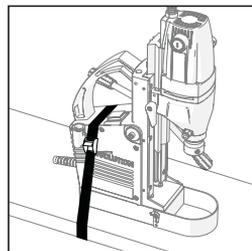

Fig. 12
**WARNING:** Vid strömavbrott eller liknande garanterar säkerhetskedjan/remmen att maskinen stannar på plats och förblir fast i arbetsstycket. (Fig 12) Som en viktig säkerhetsfunktion måste den vara säkert fäst till både maskinen och arbetsstycket. INNAN sågning påbörjas måste remmen eller kedjan fästas korrekt, helst genom maskinens bärhandtag. Säkerhetskedjan/remmen ska INTE användas som ett alternativ till magneten för fasthållningsändamål.